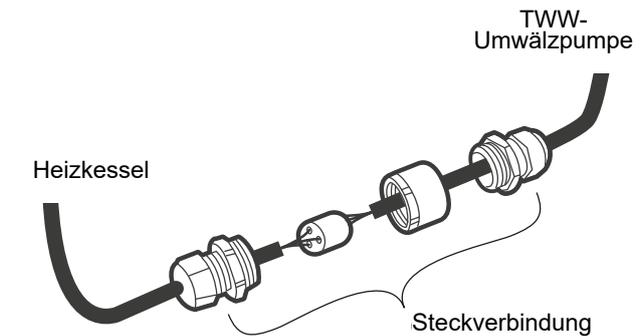

Abb. 21 - Anschluss TWW-Umwälzpumpe
- TWW-Umwälzpumpe an den Heizkessel anschließen (Steckverbindung) (Abb. 21).